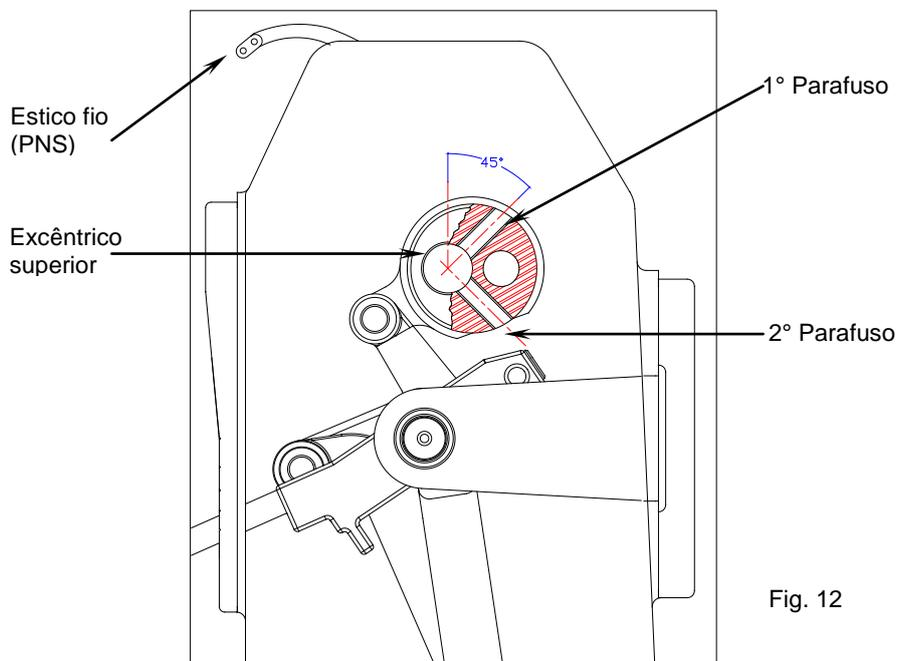

Fig. 12
5. Gire o excêntrico superior (no eixo principal da máquina) no sentido de giro da máquina até que o primeiro parafuso do excêntrico fique a 45 ° para trás, antes de chegar à vertical, detalhe, o furo de balanceamento do excêntrico deverá estar para trás. (fig. 12);